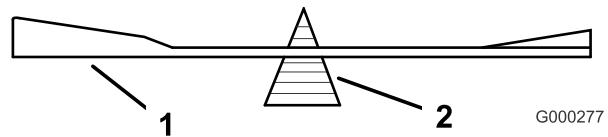
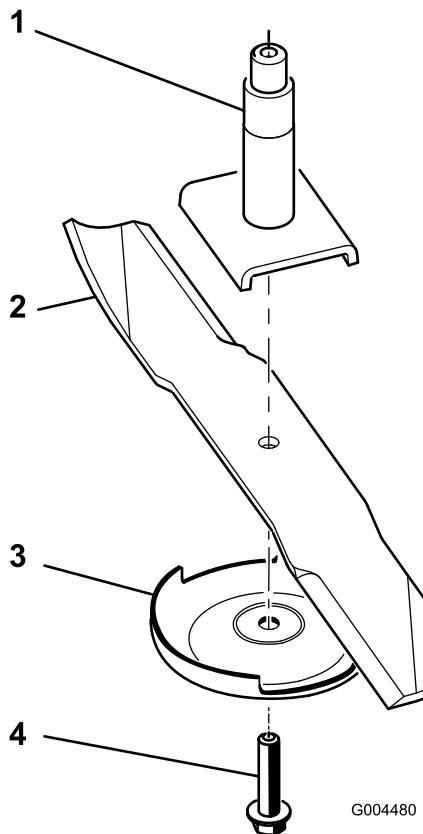

Figura 24
Figura 25
2. Retire del eje de la cuchilla el perno de la cuchilla, el protector de césped y la cuchilla (Figura 25).
2. Verifique el equilibrio de la cuchilla colocándola sobre un equilibrador de cuchillas (Figura 24). Si la cuchilla se mantiene horizontal, está equilibrada y puede utilizarse. Si la cuchilla no está equilibrada, rebaje algo el metal en la parte de la vela solamente (Figura 25). Repita este procedimiento hasta que la cuchilla esté equilibrada.
1. Instale la cuchilla en el eje (Figura 25).
2. Instale la placa protectora de césped y el perno de la cuchilla (Figura 25).